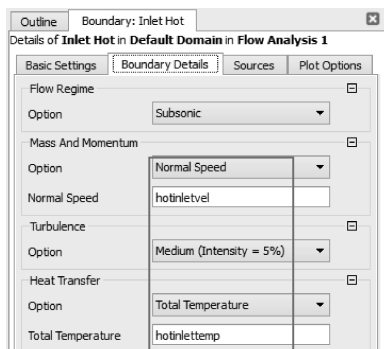
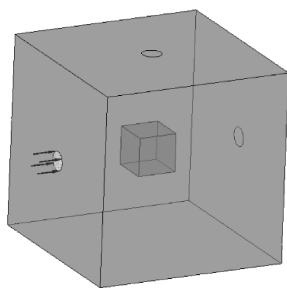

图 12-44 Hotinlet 入口边界设置
图 12-45 Hotinlet 入口位置
(2) 在边界详细信息【Boundary Details】中的质量与动量【Mass and Momentum】栏里选择正常速度为 hotinletvel，在热传导【Heat Transfer】栏里选择总温度为 hotinlettemp，其他默认，如图 12-44 所示，单击【OK】确定。Hotinlet 入口位置如图 12-45 所示。